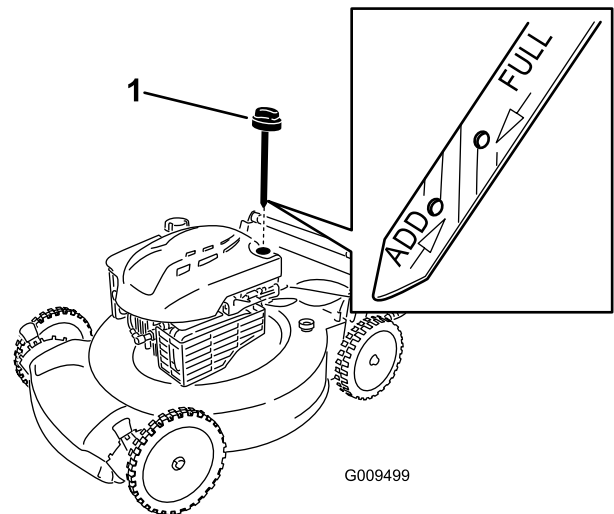

Bild 12
2. Ziehen Sie den Peilstab (Bild 12) heraus.
5. Nehmen Sie den Peilstab heraus und lesen Sie den Ölstand am Peilstab ab, siehe Bild 12.